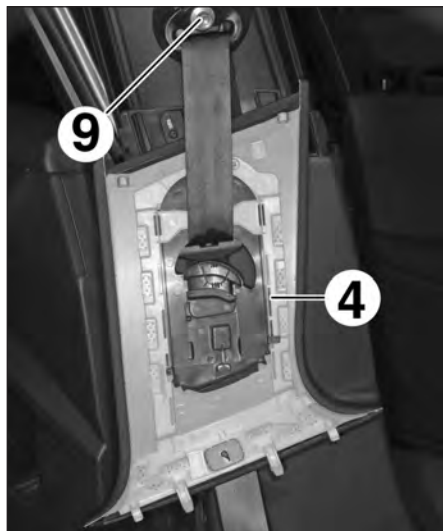

FIG.25
- Déposer la vis (9) du point d'ancrage supérieur (Fig.25).
- Dégager la ceinture de la garniture supérieure (4).